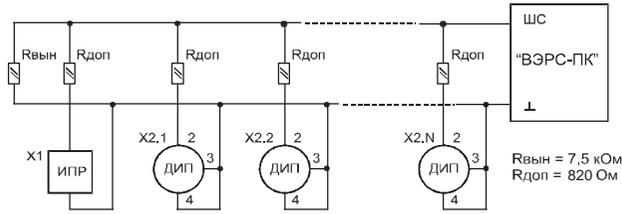
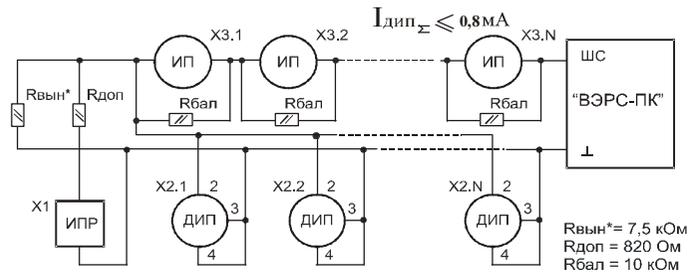

Рис.3. Схемы включения ШС типа ШННС и ШПНС с несколькими дымовыми извещателями (типа ИП212) и сработкой по двум извещателям (с перезапросом).
Рис.5. Комбинированная схема включения ШС типа ШННС со сработкой по одному извещателю (с перезапросом).
**ШННС** – пожарный шлейф с нормальной нагрузочной способностью ( $I_{дип} < 0,8$  ма). Данный шлейф допускает подключение ИП по рис.3 и рис.5.
**ШПНС** – пожарный шлейф с повышенной нагрузочной способностью ( $I_{дип} 0,8...2,9$  ма). Данный шлейф допускает подключение ИП по рис. 3.